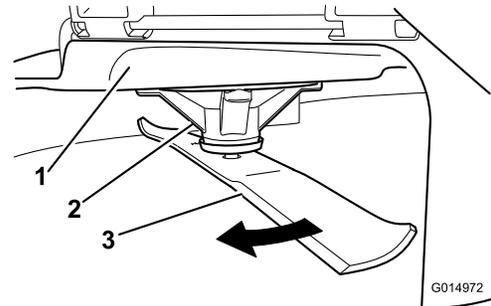

図 51
2. 厚手の丈夫な手袋をはめるなどして確実に保護した手で、ブレードをゆっくり回転させ、適当な位置で、刃先から床面までの距離を測定する 図 51。